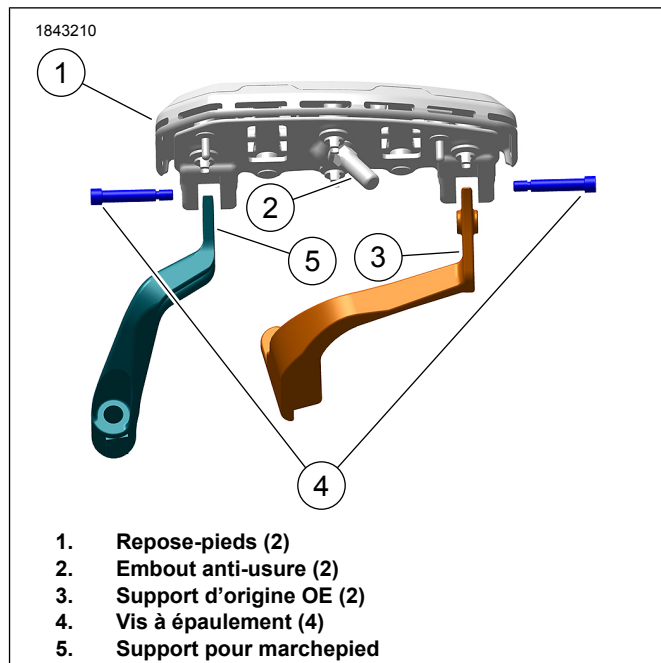

Figure 3. Ensemble de repose-pieds
1. Voir la Figure 3. Retirez l'embout anti-usure (2) existant du repose-pieds.
2. Appliquer 2 ou 3 gouttes de gouttes de frein-filet sur les filetages du **nouvel** embout anti-usure (2), puis installer.